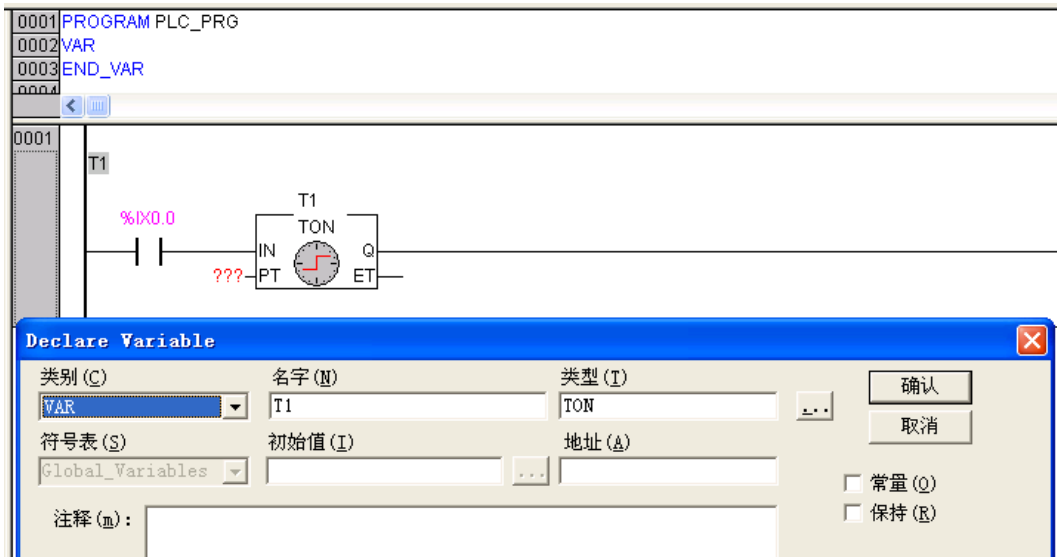

图 3-6-5 程序编写步骤 (5)
双击“TON (FB)”或者选中“TON (FB)”后点确认按钮，在“”光标所在位置处，输入 T1 后回车，则会弹出如图 3-6-5 所示的对话框，选择默认类型为“TON”，点击“确认”按钮。T1 是用于标识 TON 指令的一个标识符。对于所有的功能块，都需要用一个标识符来标识该功能块。关于这方面的详细信息，请参见 5.3.2 章节和 7.4.3 章节相关内容。